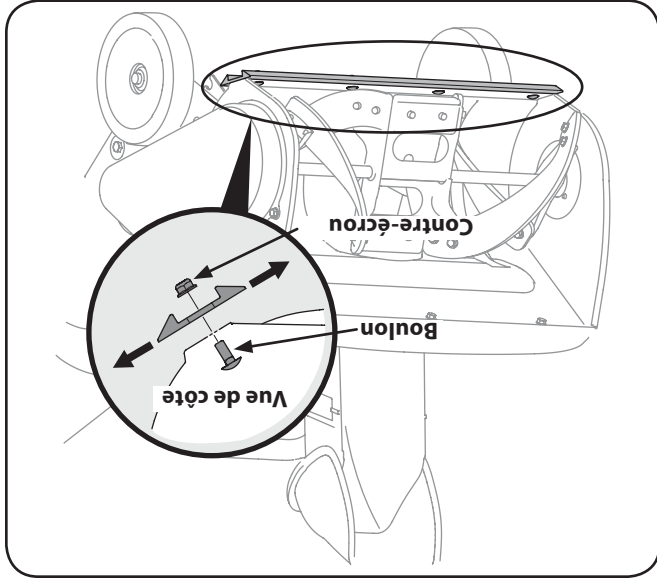

Figure 6-1
2. Desserrez les contre-écrous et les boulons ordinaire qui maintiennent la plaque de raclage au logement. Voir la Figure 6-1. Ajustez la plaque de raclage à la position voulue et serrez à fond les écrous à six pans et les boulons ordinaires.